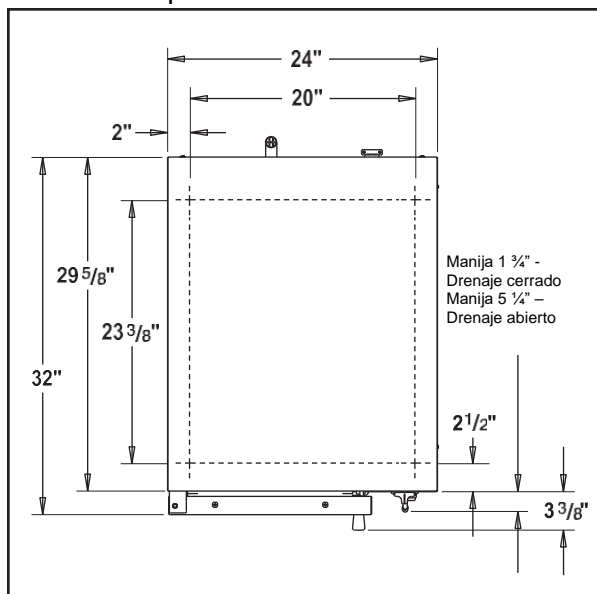

Figura 2: Anclaje de la vaporera
- 1 Coloque la vaporera en la ubicación deseada en el mostrador y marque las cuatro esquinas. Quite la vaporera y perfore con una broca de 1/2" tal como se indica en la Figura 2.